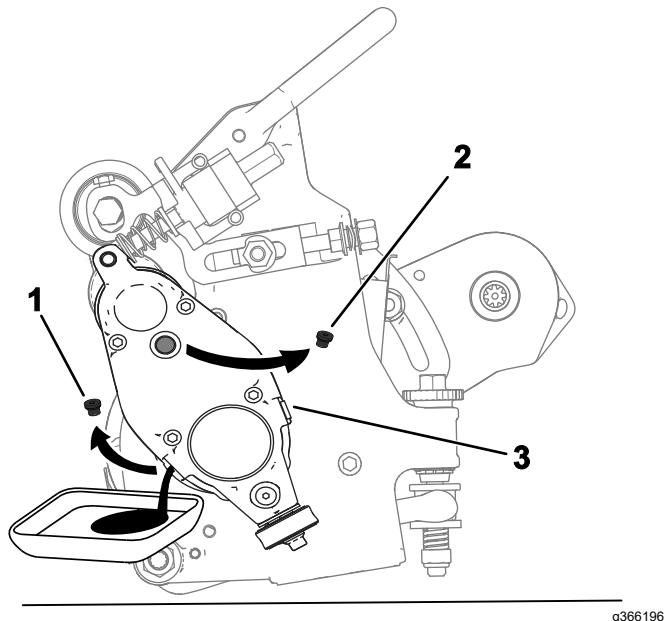

Figura 23
5. Inclinate l'apparato di taglio (come illustrato nella Figura 23) fino a quando il foro di spurgo non si trova nella parte inferiore, per garantire uno spurgo completo.